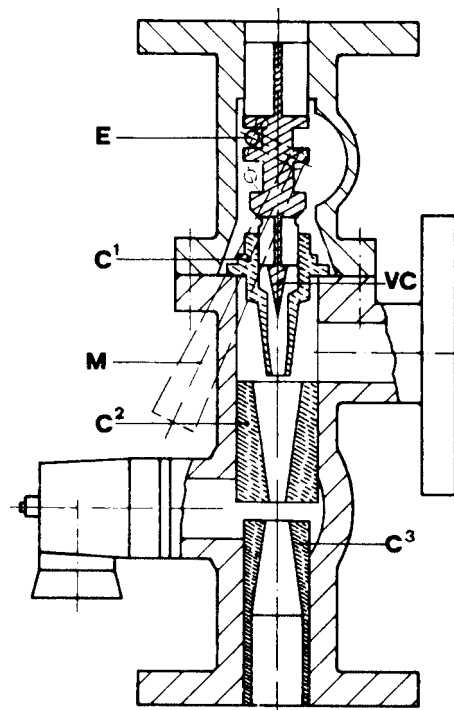

Fig. 8
Reprezentat in Fig. 8, este compus din doua conuri convergente (C1) e (C2) prin care trec vaporii(aburii) a caror viteza creste foarte tare si care se regleaza cu valva conica (VC) manevrata de la manerul (M) cu excentricul (E). In zona celor doua conuri (C1) si (C2) vaporii(aburii) creaza o depresiune, datorita vitezei foarte mare.